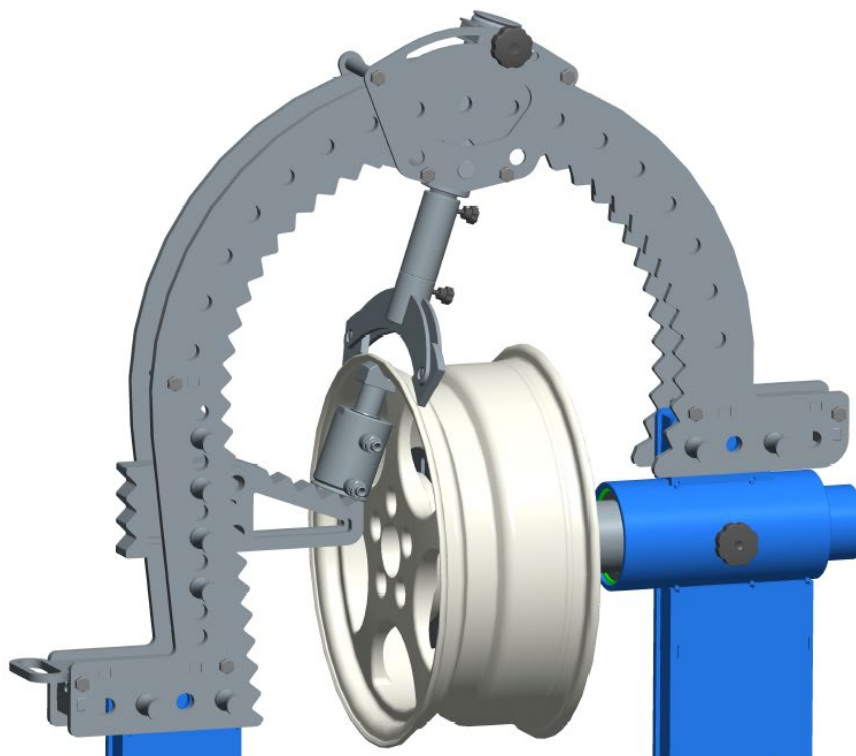

Рисунок 7.6 - Поджим гидроцилиндром D50 во время правки
7.6. Для более жесткой фиксации диска во время правки, его можно поджать гидроцилиндром D50. Рамку с гидроцилиндром D50 можно закрепить в любом месте моста (рисунок 7.6).